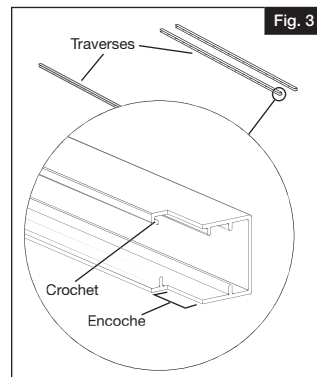

Fig. 3
- Lorsque l'espace qui reste est inférieur à celui d'un panneau complet, utiliser une scie à métaux pour couper le panneau en fonction de l'espace. Faire une « encoche » aux extrémités des traverses horizontales afin qu'elles reposent à l'intérieur du poteau (Fig. 3).
Placer la traverse supérieure et la traverse inférieure sur une surface plane, lisse et propre. Placer les traverses de façon à ce que le crochet en forme de « J » à l'intérieur soit au-dessus, la partie inférieure du « J » étant orientée vers le bas (Fig. 3).
- Les crochets en forme de "J" doivent être placés comme illustré (Fig. 3), sinon les barreaux ne pourront s'enclencher correctement, et le panneau ne sera pas solide.